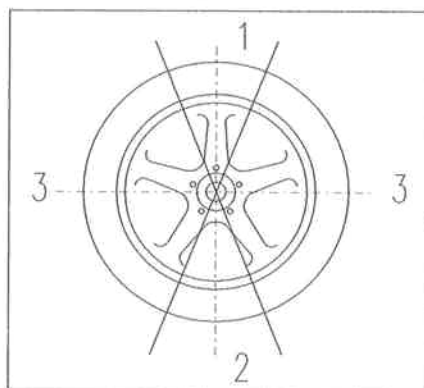

図 16-2 ウェイトの位置の調節
9. インバランスが 5-10g まだ残っている場合、Fig.16-2 に従って、調整して下さい。